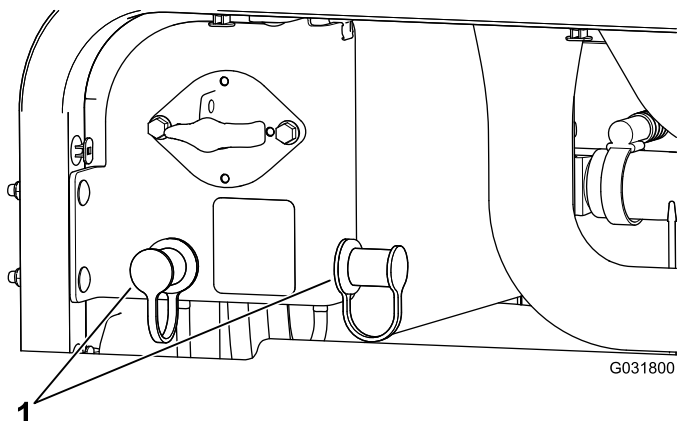

図 114
3. ジャンプ端子のカバーを外す **図 114**。
3. ジャンプ端子のカバーを外す 図 114。